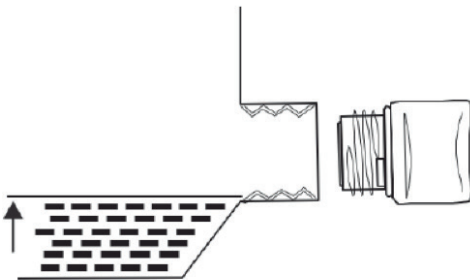

Figura 4: Nivel Correcto de Aceite del Motor
3. Usando el embudo que se le entregó y el aceite, vierta la botella completa de aceite en el motor. Vea el nivel de aceite correcto en la Figura 4 abajo.
- El motor está lleno con aceite de motor (ver Figura 4: Nivel Correcto de Aceite de Motor en la página 11).